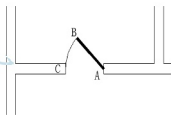

图 2.93 绘制门扇的轨迹线
(3) 执行菜单栏中的【绘图】|【圆弧】|【起点、圆心、端点】命令。
① 在 **ARC 指定圆弧的起点或 [圆心(C)]:** 提示下，捕捉图 2.93 中的 B 点作为圆弧的起点。
② 在 **指定圆弧的第二个点或 [圆心(C)/端点(E)]:** 提示下输入“C”后按 Enter 键，在 **ARC 指定圆弧的圆心:** 提示下，捕捉 A 点作为圆弧的圆心。
③ 在 **ARC 指定圆弧的端点或 [角度(A)/弦长(L)]:** 提示下，捕捉 C 点作为圆弧的端点。
通过①、②、③步指定圆弧的起点、圆心和端点，绘制出了圆弧（门扇的轨迹线），如图 2.93 所示。